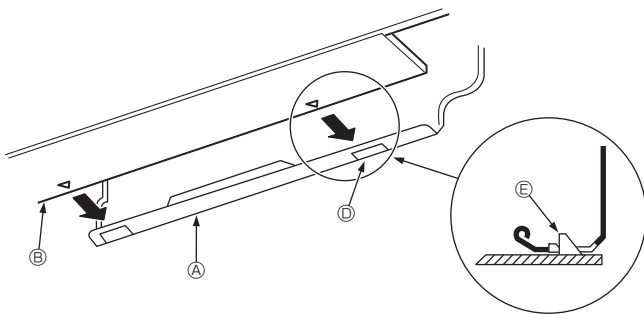

Fig. 3-24
3. Mientras inserta la tubería de agua y la manguera de desagüe en el orificio de entrada en la pared (manguito de entrada), cuelgue la parte superior de la unidad interior en la placa de montaje ①.
5. Sujete empujando la parte inferior de la unidad interior sobre la placa de montaje ①. (Fig. 3-24)
- * Compruebe que los mandos ⑤ de la parte inferior de la unidad interior estén firmemente enganchados en la placa de montaje ①.